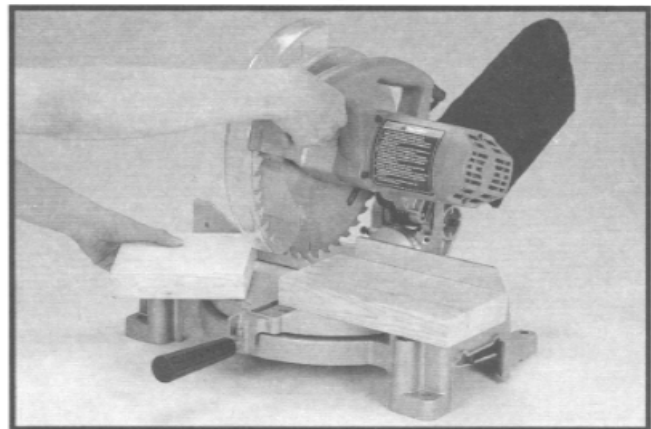
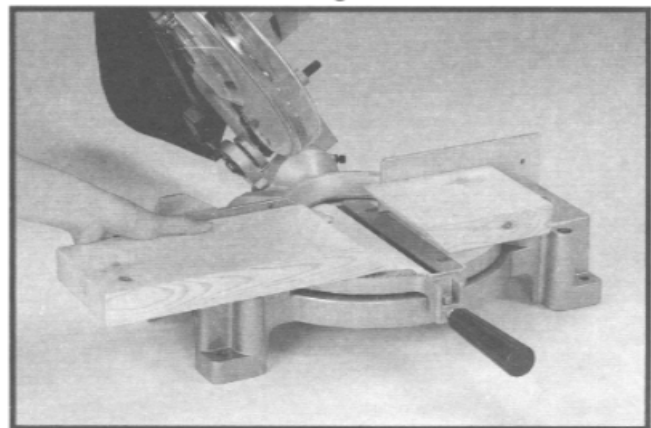

Fig. 31
Fig. 32
1. Die PROMAC-Gehrungssäge hat eine Schnittkapazität von 50x150mm bei 90° wie in Fig. 31 gezeigt oder bei 45° Kappsägen wie in Fig. 32 abgebildet.